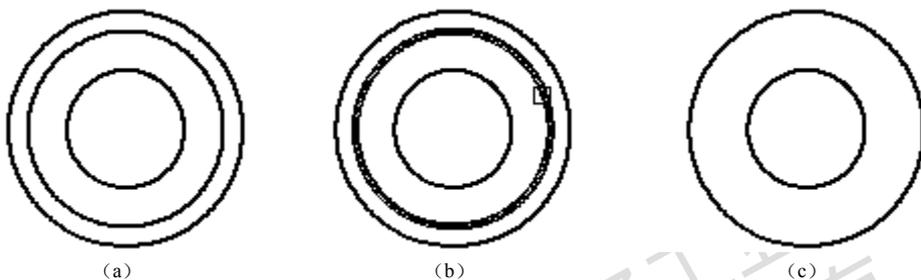

图 1-9 绘制圆及删除命令
(1) 选择下拉菜单中的“绘图”|“圆”|“圆心、半径(R)”选项，输入绘制圆命令。
① 系统提示“circle 指定圆的圆心或〔三点(3P)/两点(2P)/相切、相切、半径(T)]:”输入 200 和 100 后按 Enter 键。
② 系统提示“指定圆的半径或〔直径(D)]:”输入 30 后按 Enter 键。
(2) 重复上述操作，绘制出 3 个半径分别为 30、50、60 的同心圆，如图 1-9 (a) 所示。
(3) 选择下拉菜单中的“修改”|“删除”选项，输入删除命令。
系统提示“选择对象:”，(此时十字光标变成小方块)移动光标(小方块)至半径为 50 的圆上[见图 1-9 (b)]，单击该圆后按 Enter 键，最后结果如图 1-9 (c) 所示。